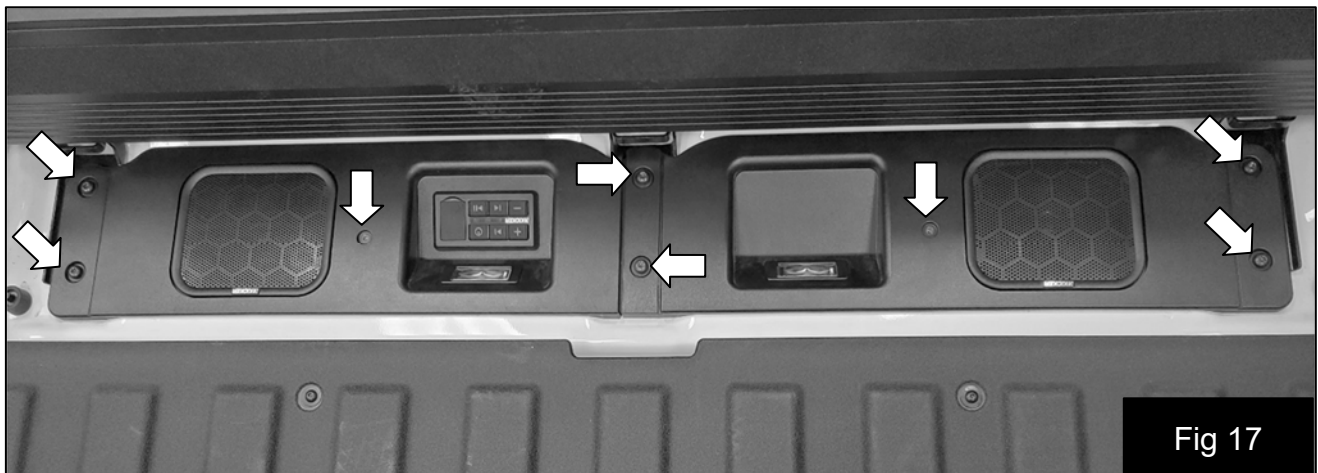

Fig 17
31. Installez et serrez les deux vis fournies. **Ne pas trop serrer!** Fig. 17
31. Instale y apriete los dos tornillos suministrados. ¡No apriete en exceso! Fig. 17